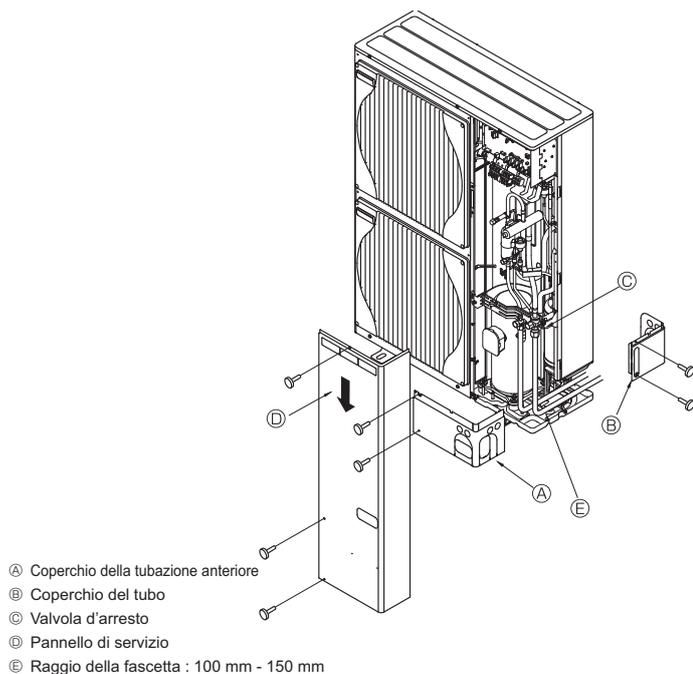

Fig. 5-8
5.6. Tubazione del refrigerante (Fig. 5-8)